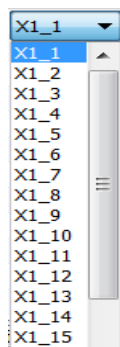

Рисунок 5.5
- нажатие на ячейку **X1_1** позволяет выбрать в ниспадающем меню **X1_1** необходимую цепь (Рисунок 5.5);